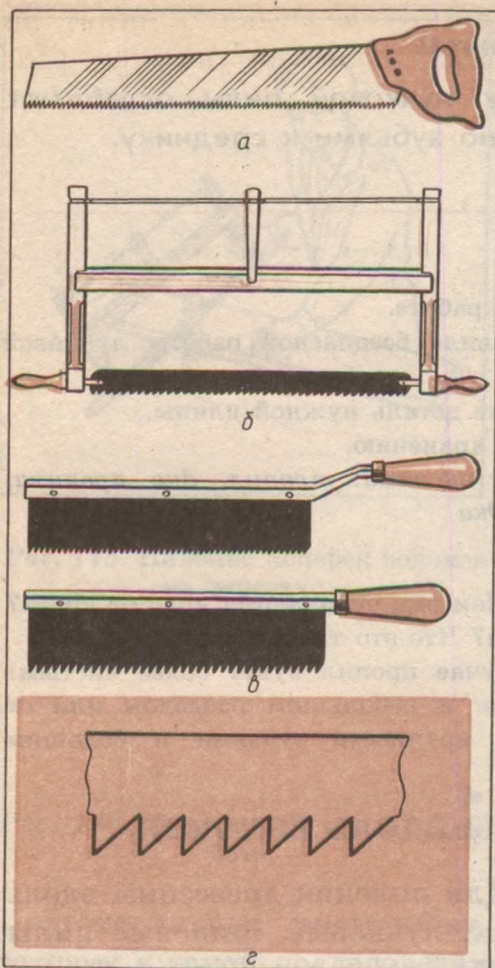

Рис. 147. Пилы для пиления древесины вдоль волокон: а — ножовка; б — лучковая; в — шиповая; г — форма зубьев продольной пилы.
**Инструменты для работы.** Для пиления древесины вдоль волокон используются ножовки, лучковые, шиповые пилы (рис. 147, а, б, в). У таких пил зубья наклонены, имеют форму треугольника с острым углом (рис. 147, г). Поэтому пилят этими инструментами только в ту сторону, куда наклонены зубья (обычно от себя). При обратном движении (на себя) пила не режет древесину, это «холостой» ход.